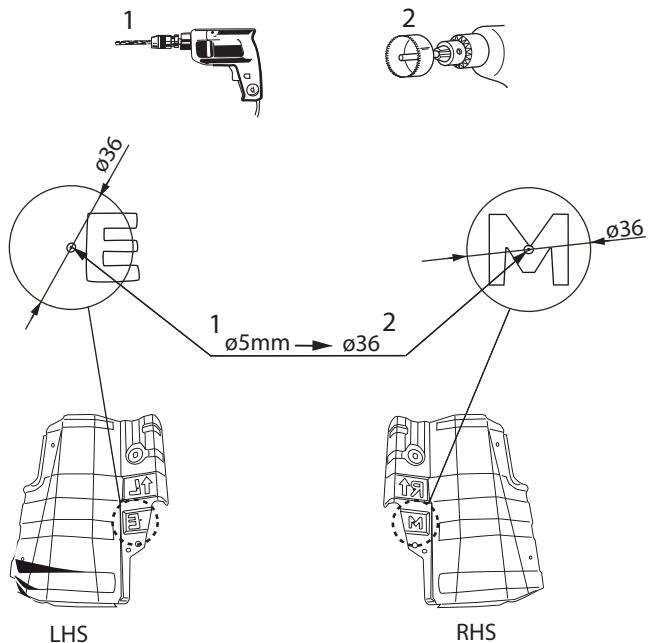

Fig.2
3. Просверлить отверстия Е и М диаметром Ø36 мм насквозь. См. рисунок 2